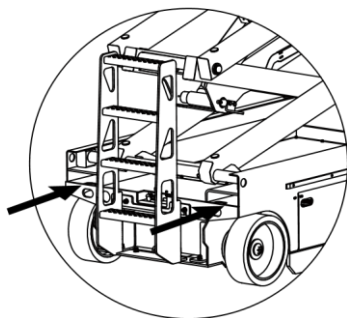

Figura 4-3 Buzunarele pentru stivuitor
- 3) Utilizați buzunarele stivuitorului situate pe ambele laturi ale scării. Consultați Figura 4-3.